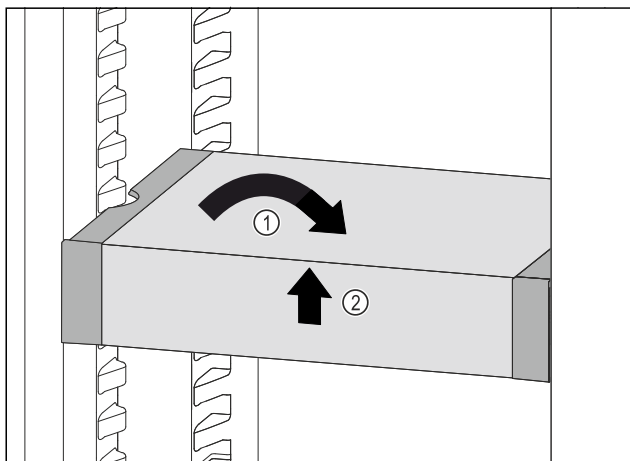

Fig. 102
- Placer VarioSafe lige. Fig. 102 (1)
- Løft VarioSafe op foran. Fig. 102 (2)